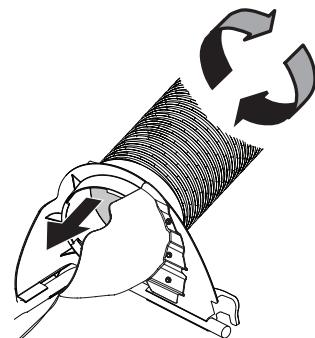

Figure 23
1. Vissez la partie supérieure du tube flexible (764-05082) dans le support supérieur de la goulotte. Il y a deux languettes à l'intérieur de la partie inférieure du support pour faire tenir le tube en place. Voir la Figure 23.